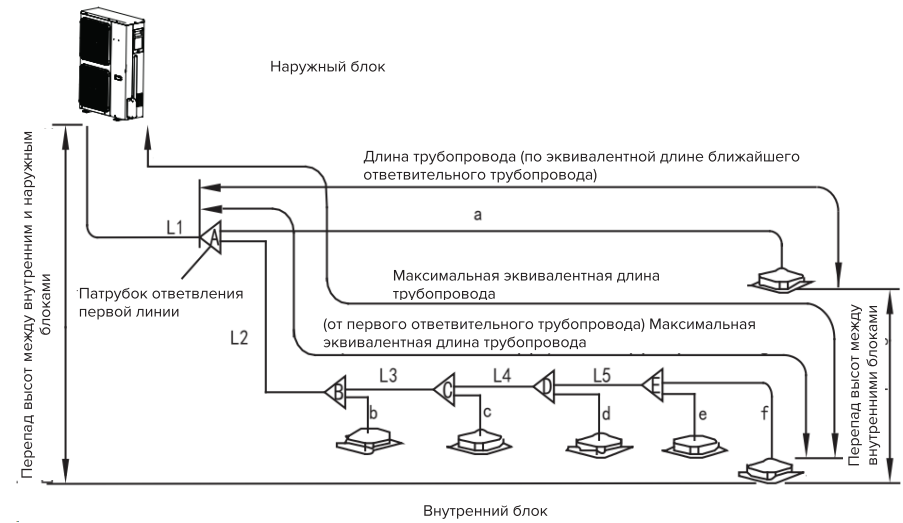

Рис. 4-6
- Магистральный трубопровод (см. рис.4-6 и табл.4-4)
На рис.4-6 показан магистральный трубопровод L1, мощность наружного блока составляет 28 кВт, согласно рис.4-6 получаем диаметр газовой трубы/жидкостной трубы равный $\varnothing 22,2 / \varnothing 9,5$, общая эквивалентная длина трубопроводов линии жидкости и газа >90 м, тогда, согласно таблице 4-4, получаем диаметр газового трубопровода/жидкостного трубопровода $\varnothing 25,4 / \varnothing 12,7$, и в соответствии с принципом максимального значения, следует принять диаметры $\varnothing 25,4 / \varnothing 12,7$.